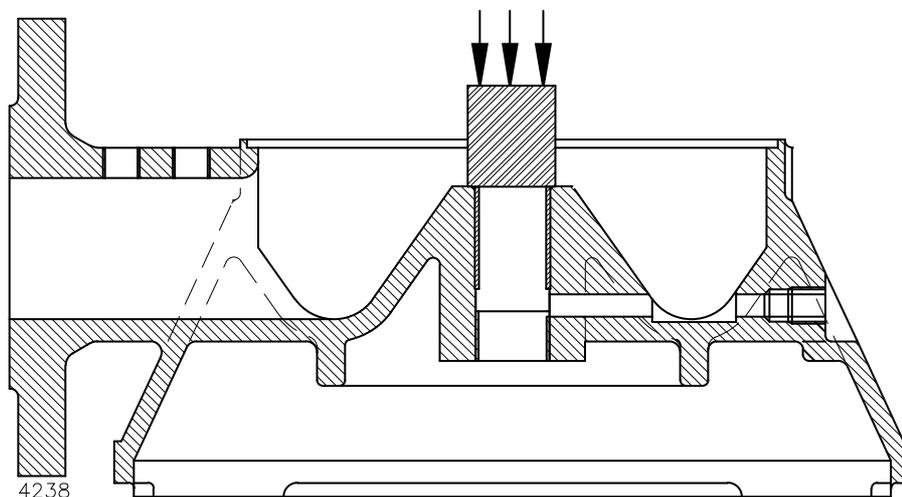

Figura 7: Montaggio del cuscinetto di scorrimento.
- 1 Applicare del liquido di bloccaggio Loctite 641 verde alla sede del cuscinetto e premere il cuscinetto di scorrimento (0140) nel corpo di aspirazione (0020) con un'apposita boccola di montaggio, vedere la figura 7.